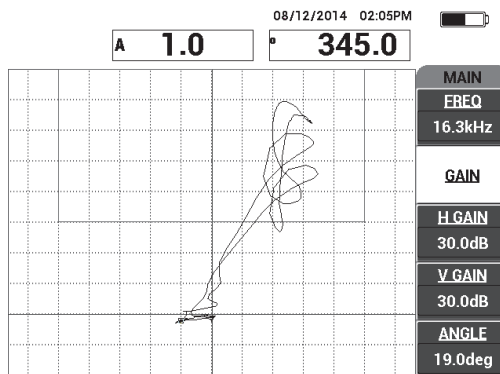

Рис. 6-68 Повторное сканирование зоны дефектов
4. Установите преобразователь на бездефектную зону образца, снова нажмите клавишу CAL NULL ( $\oplus$ ), затем медленно просканируйте зону дефектов; при необходимости, настройте УСИЛ, Г УСИЛ или В УСИЛ (см. Рис. 6-68 на стр. 185).